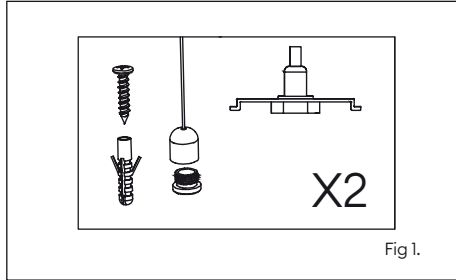
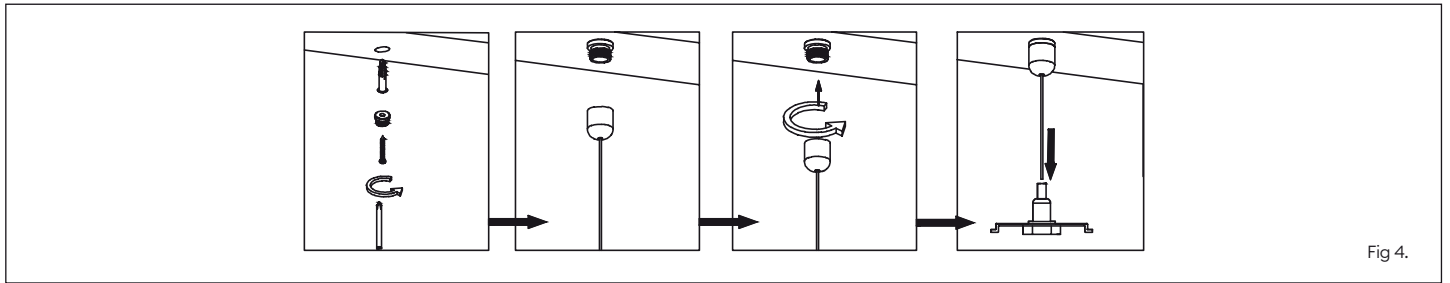

Fig 1.
Fig 4.
3. Attach suspension cables to ceiling using supplied fixings (Fig 1-2), if using the supplied wall plugs, drill Ø 6mm holes (Fig 4.) and set desired suspension length (2m Max).
3. Fixez les câbles de suspension au plafond à l'aide des fixations fournies (fig. 1 et 2). Si vous utilisez les chevilles fournies, percez des trous de Ø 6 mm (fig. 4). Réglez la longueur de suspension (2 m maximum)
3. Fissare i cavi di sospensione al soffitto utilizzando i fissaggi in dotazione (Fig. 1-2); se si utilizzano i tasselli in dotazione, praticare dei fori di Ø 6 mm (Fig. 4) e impostare la lunghezza di sospensione desiderata (2 m massimo).